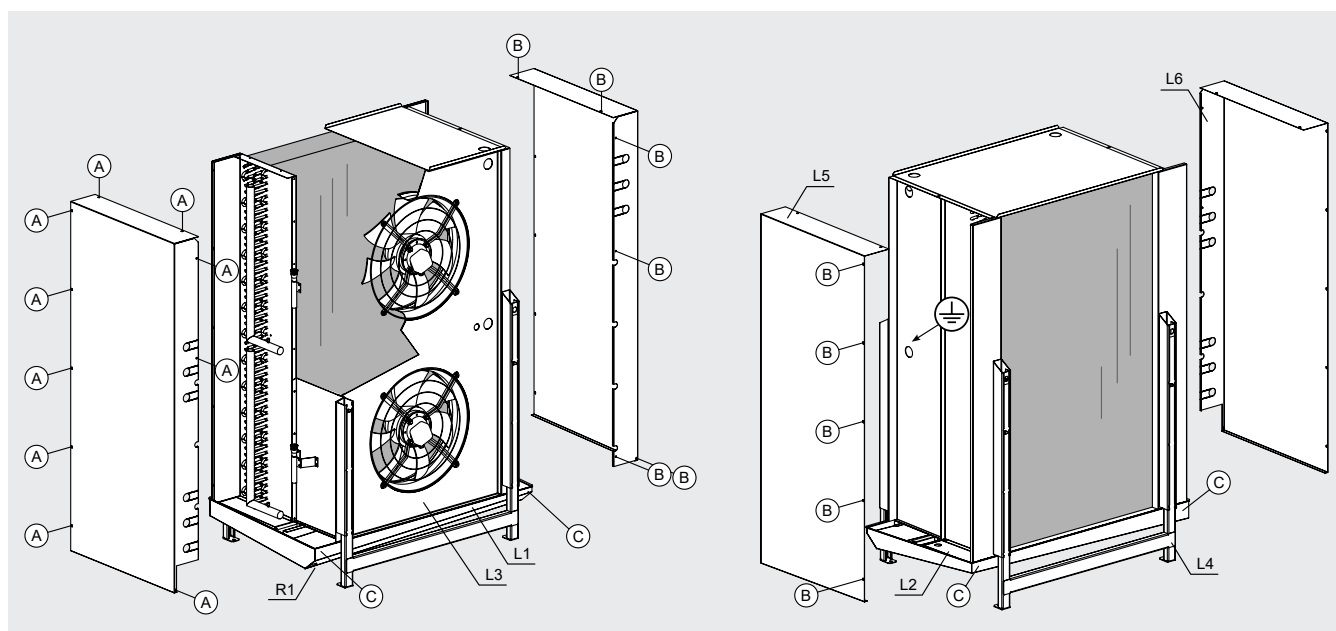

Abbildung 5
- 8.1 Lösen Sie die Schrauben "B" und schieben Sie die L5-Abdeckung zur Seite, um Zugang zu den Verteilern zu erhalten. Verwenden Sie für die Anschlüsse die Öffnungen an der Seite der L5-Abdeckung. Siehe Abbildung 5.